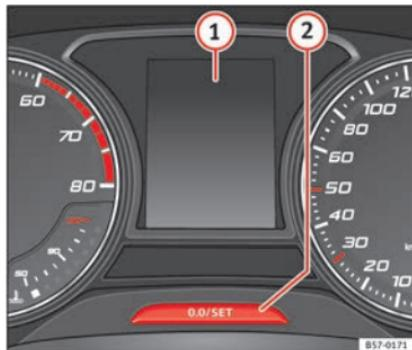

Fig. 39 Quadro strumenti
L'indicazione degli intervalli di Service appare sul display del quadro strumenti **>>> fig. 39 ①.**
Mantenere premuto il tasto **0.0/SET** per più di 5 secondi per consultare il messaggio di Service » **fig. 39 ②**.
- Spegner il quadro, premere il tasto **0.0/SET** » **fig. 39 ②** e tenerlo premuto.